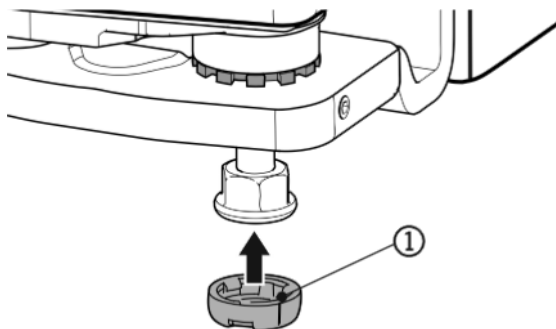

Fig. 5
- ▶ Klik de Kap Fig. 5 (1) open. Let op de correcte positie.